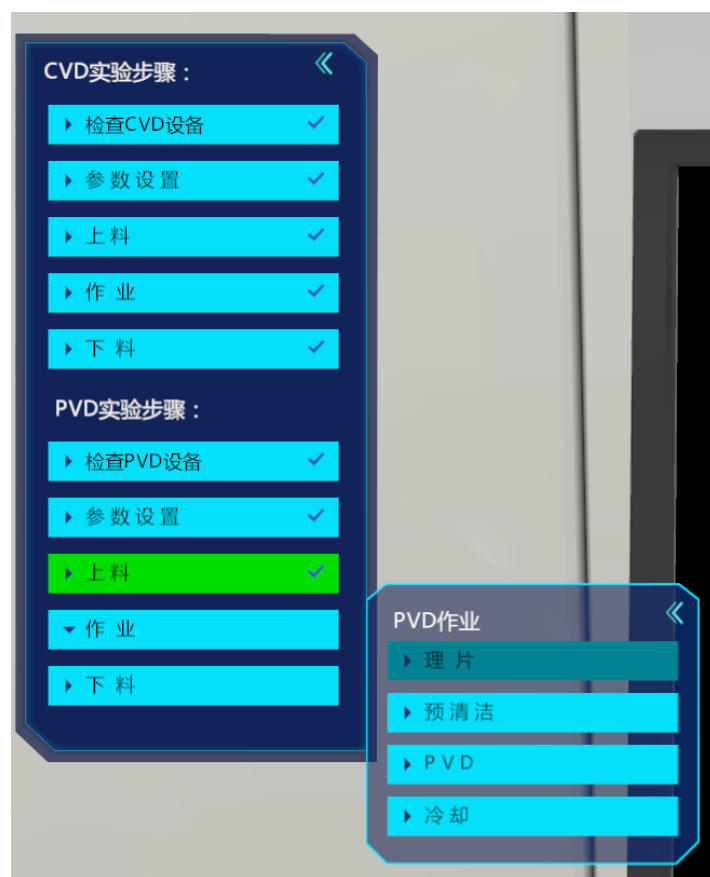

图 8-27 PVD 作业-理片
8) 鼠标点击左侧 PVD 实验步骤中“PVD 作业—理片”按钮，如图 8-27 所示。